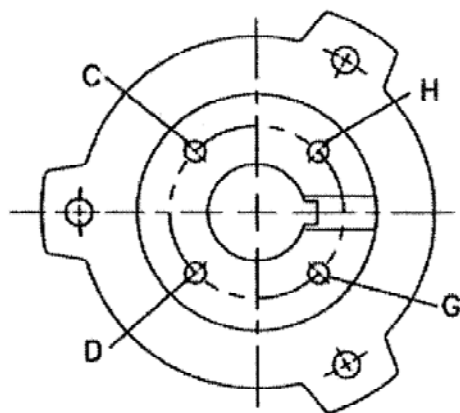

Рис. 24
**ПРИМЕЧАНИЕ:** регулировка вала вверх-вниз выполняется путем поворота регулировочной гайки (604) рис. 24,
1. Вал опущен, рабочее колесо находится на своем месте, поворачивайте регулировочную гайку (604) против часовой стрелки, таким образом, поднимая вал пока рабочее колесо не выйдет и пока вал не будет свободно проворачиваться руками. Это действие удаляет все отклонения от вала.
2. Совместите отверстие "А" на регулировочной гайке (604) и отверстие "С" на муфте привода (см. Рис. 24) или любые отверстия в таких же позициях. Первоначальный зазор – в пределах от 0.001" до 0.003" (0.02мм до 0.07мм) в зависимости от диаметра вала и резьбы (см. таблицу 3).